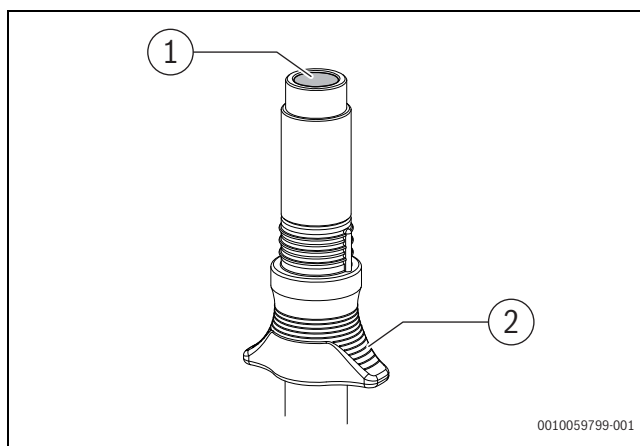

Bild 90 Flammpfeifenreiniger
- Flammpfeifenreiniger in vorgesehener Position in Winkelhalter einschieben und Winkelhalter wieder in Brennergehäuse einstecken. Dabei beachten, dass sich die Steckhülle in der vordersten Position auf dem Flammpfeifenreiniger befindet (→ Bild 90).